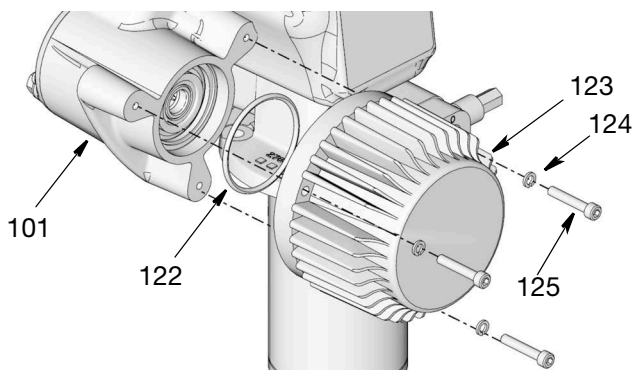

図 22
8. プライミングロッド (215) とシヨベルシリンダー (208) の内側にあるシヨベルピストン (216) の位置を観察します (下ポンプの部品リスト、38 ページを参照)。ピストンがシリンダー内部の最も低い位置にない場合:
- a. モーター (123) をギアボックスハウジング (101) に固定しているネジ (125) とボルト (124) を外します (図 22)。
- d. Oリング (122) がモーター (123) 内の適切な場所に着座していることを確認します (図 22)。
- e. ネジ (125) とワッシャー (124) を使ってギアハウジングボックス (101) にモーター (123) を取り付け直します。レンチを使用してしっかりとネジを締め付けます。12 ~ 14 ft-lb (16 ~ 19 N•m) のトルクで締めます (図 22)。